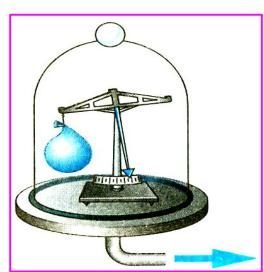

Рис. 95.3. Из под колокола откачали воздух. Равновесие нарушается. Почему?
2. На весах уравновешен легкий стеклянный шар. Если поместить весы под колокол воздушного насоса и откачать воздух, то равновесие весов нарушится (*рис. 95.3*). Почему?